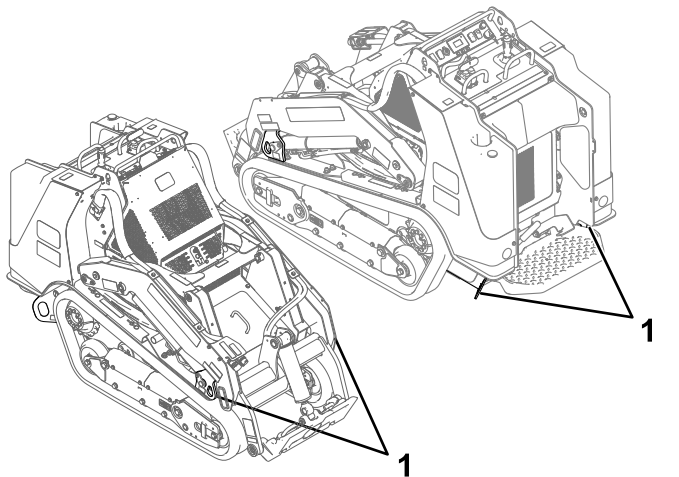

Figura 25
8. Use los puntos de amarre metálicos de la máquina para amarrar firmemente la máquina al remolque o camión con correas, cadenas, cables o sogas (Figura 25). Consulte la normativa local respecto a los requisitos de amarre.